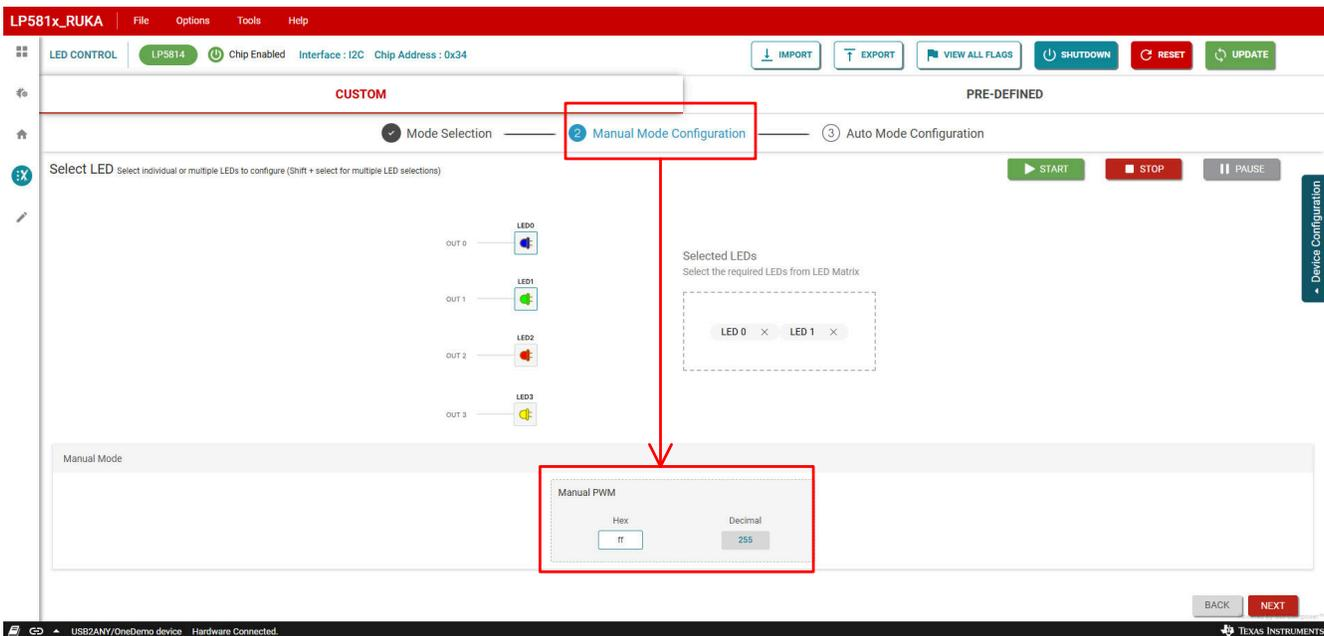

图 3-12. 手动 PWM 设置
- 单击 **手动模式配置** 选项卡以打开手动 PWM 设置面板，如 **图 3-12** 所示。在 **手动 PWM** 控件中输入数据，为选定的蓝色 LED 和绿色 LED 设置手动 PWM 值。